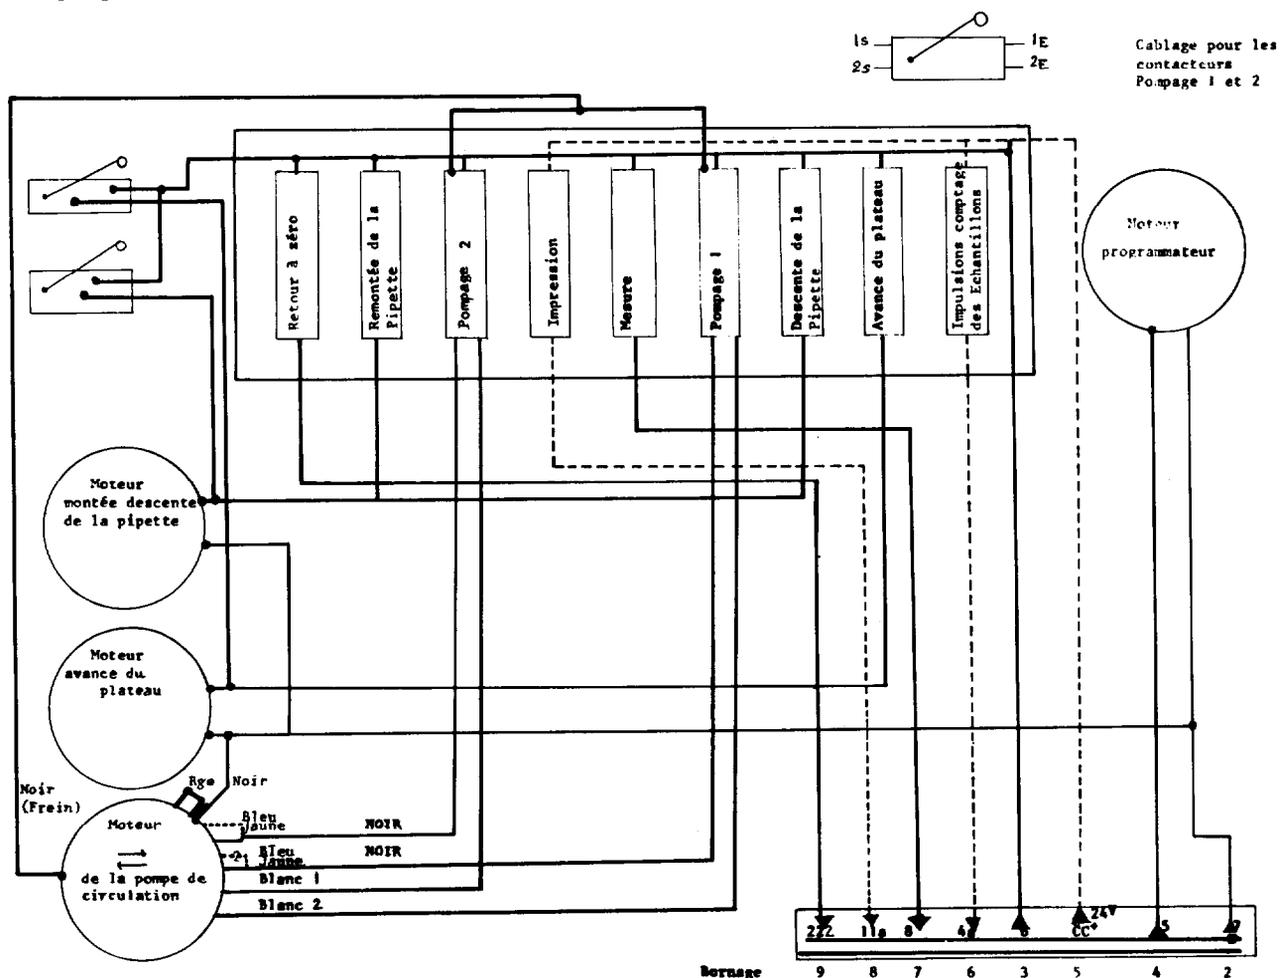

Fig. 5. — Colorimètre photo-électrique. Cablage programmeur commandant l'ensemble du colorimètre automatique
- le programmeur (fig. 5) est du type à cames réglables agissant sur des contacteurs, son cycle est de 1 tour-minute ; il possède 9 contacts commandant chacun une opération.